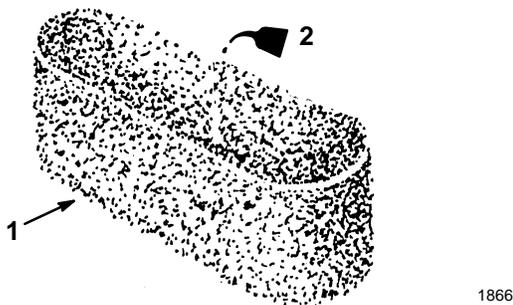

Figure 30
- C. Imbiber l'élément de 30 à 60 ml d'huile, soit 1–2 oz. (Fig. 30). Presser l'élément pour bien répartir l'huile.